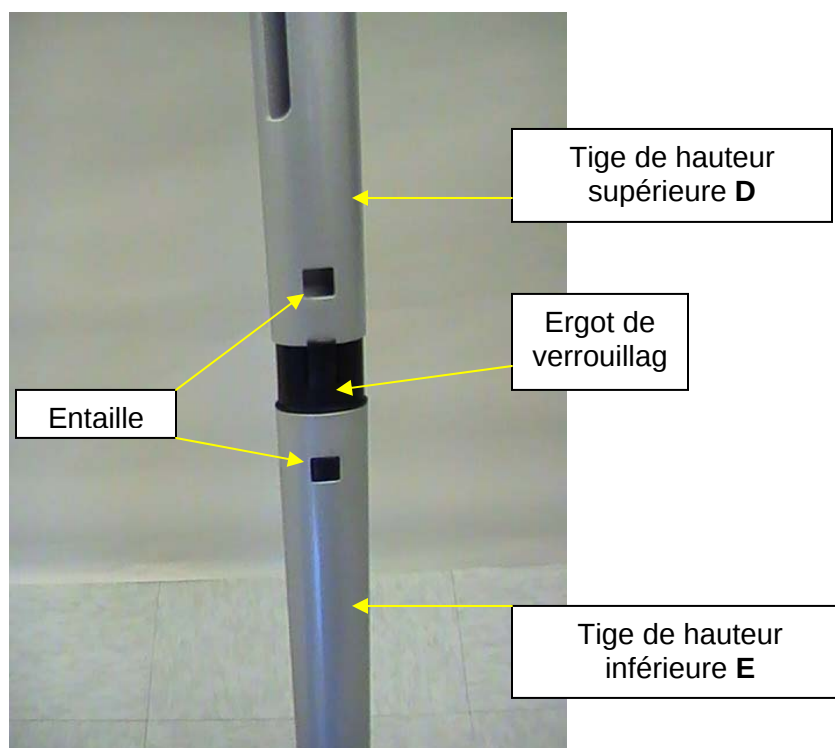

Figure 8
11. Alignez la tige de hauteur supérieure **D** avec la tige hauteur inférieure **E**. Enclenchez la languette de verrouillage en place. Assurez-vous que la languette de verrouillage est verrouillée en place (voir Figures 8 et 9).